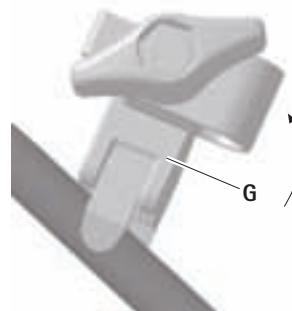

Fig. 9
- ▶ Staccare il morsetto di fissaggio **G** dal telaio mediante una pressione laterale, vedere Fig. 9.